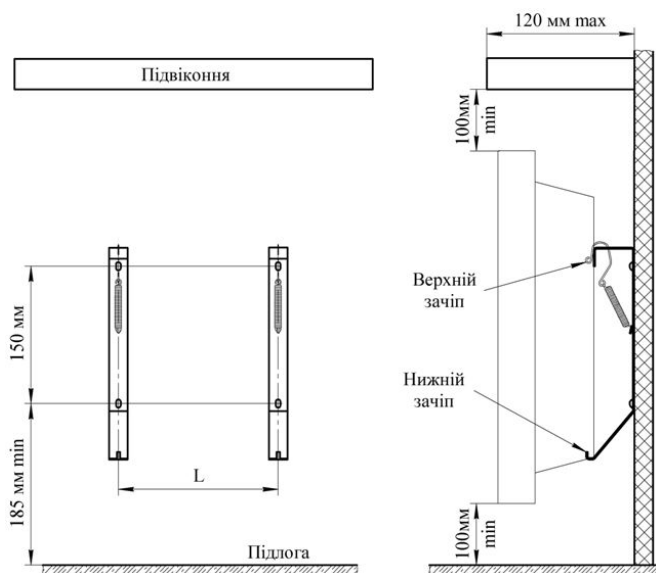

Рис. 1
Поедняйте прямокутні отвори на задній стінці конвектора з верхніми зачепами (рис. 1) кронштейнів і надягніть конвектор на зачепи.
4.5 Поєднайте отвори на верхніх кронштейнах конвектора з головками шурупів на стіні (рисунок 1) і надягніть конвектор на кронштейни. Перемістіть конвектор вгору і праворуч до упору, опустіть вниз. Конвектор зафіксований на кронштейнах.